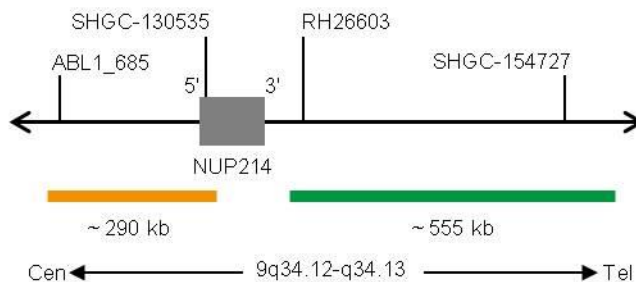

Fig. 1: Carte de la sonde SPEC NUP214 (pas à l'échelle)
- Polynucléotides marqués au ZyGreen (excitation 503 nm/émission 528 nm) (~10 ng/μl), qui ciblent des séquences en 9q34.13* (chr9:134,153,663-134,706,700) distale de la région des points de rupture de NUP214 (voir figure 1).
- Polynucléotides marqués au ZyOrange (excitation 547 nm/émission 572 nm) (~4.5 ng/μl), qui ciblent des séquences en 9q34.12-q34.13* (chr9:133,739,333-134,028,546) proximale de la région des points de rupture de NUP214 (voir figure 1).